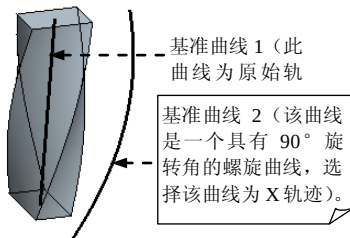

图 4.4.12 使用 X 轨迹线
在图 4.4.12 中，特征截面坐标系的 X 轴方向在扫描过程中由曲线 2 控制，该特征的创建过程如下：
Step4. 选择轨迹曲线。第一个选取的轨迹必须是原始轨迹, 在图 4.4.12 中, 先选取基准曲线 1, 然后按住 Ctrl 键, 选取基准曲线 2。